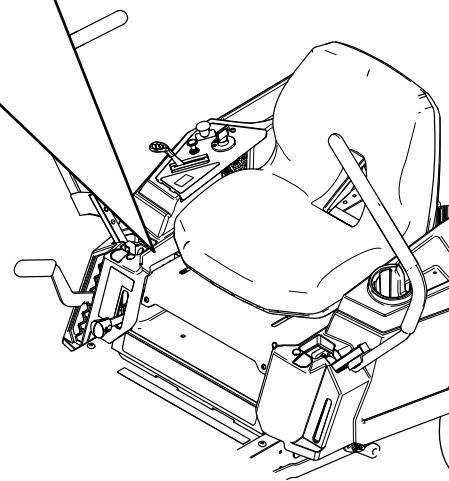

Bild 54
3. Suchen Sie die Einstellschraube für den Spurlauf in der Nähe des Fahrantriebshebels auf der Seite, die eingestellt werden muss (Bild 54).